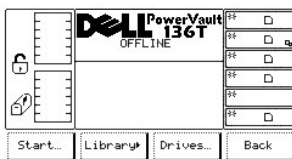

Figure 84. Main Menu > More > Menu Service
- 1 Le menu Service s'affiche. Ce menu offre quatre options. Reportez-vous à la Figure 84.
- 1 Si la touche de fonction **OK** est enfoncée, le menu Service s'affiche. Reportez-vous à la Figure 84.